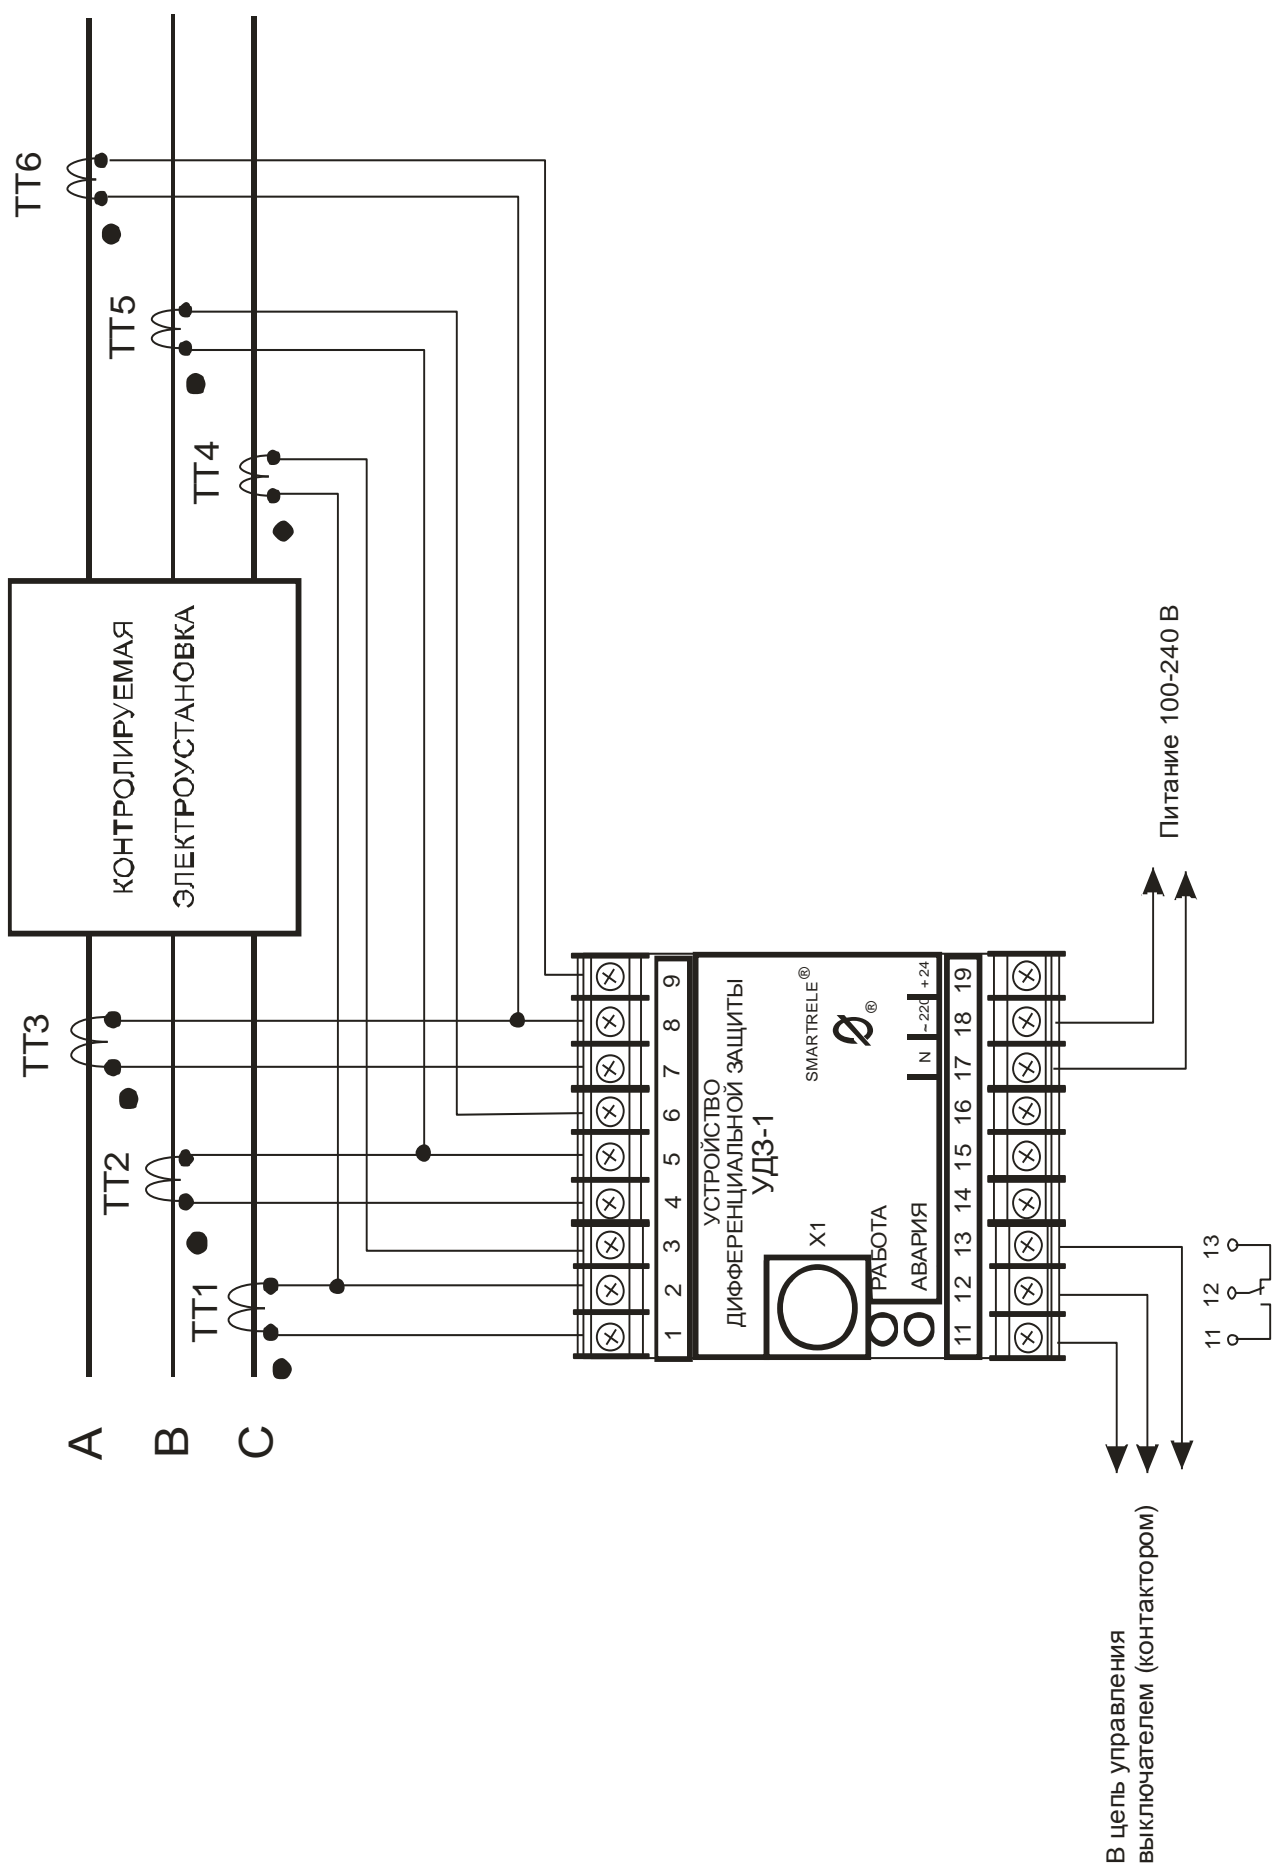

Рисунок 2 - схема подключения устройства к контролируемой электроустановке
5.2 Схема включения устройства в систему управления электроустановки показана на рис. 2.
На рис. 2 схематическое изображение контактов исполнительного реле соответствует состоянию АВАРИЯ.
7.2 Подключение устройства производится в соответствии со схемой, приведенной на рис.2.